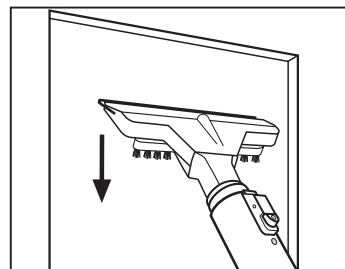

Abb. 11
- Die Gummilippe auf die Scheibe drücken und den Scheibenwischer von oben nach unten bewegen (**Abb. 11**).